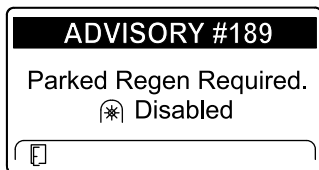

Рисунок 72
- Если вы не выполните стационарную регенерацию в течение 2 часов, дисплей инфо-центра отобразит сообщение «Требуется стационарная регенерация — вал отбора мощности выключен» — ИНФОРМАЦИОННОЕ СООБЩЕНИЕ № 189 (Рисунок 72).